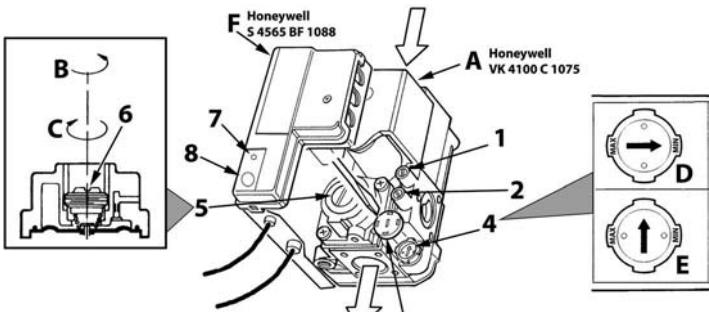

рис. 17 - Регулирование давления
На котле PEGASUS D можно регулировать тепловую производительность топки и, следовательно, тепловую мощность, передаваемую воде системы отопления; это делается исключительно путем регулировки основной горелки с помощью газового вентиля (см. рис. 17). На графиках, приведенных в параграфе сар. 5.2, показано изменение передаваемой воде тепловой мощности в зависимости от изменения рабочего давления горелки. Возможность приведения мощности котла в соответствие с реальными потребностями отопления означает, прежде всего, снижение потерь и экономию топлива. Кроме того, при регулировке мощности, регламентированной также стандартом, котлы сохраняют значения КПД и характеристики горения почти без изменений.
- С помощью небольшой отвертки снимите защитный колпак 5 вторичного привода газового вентиля (рис. 17).
- Подключите манометр к клемме давления 2 (рис. 17), расположенного после газового вентиля, затем переведите ручку терmostата котла на максимум.
- Регулируйте давление с помощью винта 6 (рис. 17) на желаемое значение, руководствуясь диаграммами, приведенными в параграфе сар. 5.2.
- Снимите с газового вентиля маленький защитный колпак 3 (рис. 17). С помощью маленькой отвертки регулируйте "СТУПЕНЬ" розжига на основании выбранного для работы газа ( G20-G25 положение Дрис. 17 или G30-G31 положение Е рис. 17); установите защитный колпак на место.
- Спустите воздух из газопроводных труб через штуцер отбора давления 1 газового вентиля (рис. 17).